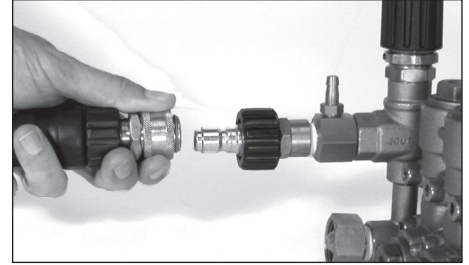

Figure 13 - Raccorder le tuyau haute pression à la pompe
5. Connectez le flexible haute pression à la sortie de la pompe (voir Figure 13).